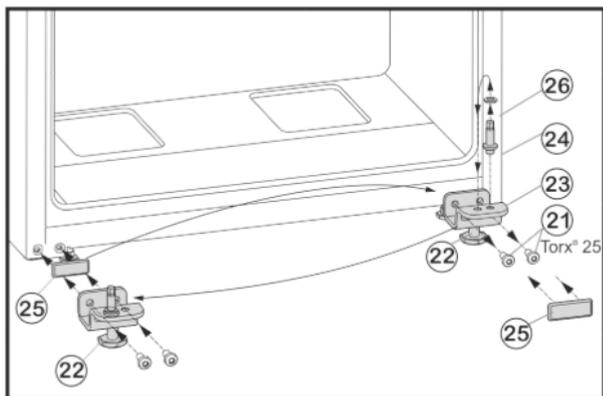

Fig. 8
- ▶ Открутите крепежные винты Fig. 8 (21).
- ▶ Снимите нижний опорный кронштейн Fig. 8 (23) вместе с опорным пальцем Fig. 8 (24), шайбой Fig. 8 (26) и регулируемой опорой Fig. 8 (22).
- ▶ Открутите опорный палец Fig. 8 (24) вместе с шайбой Fig. 8 (26) и, переставив в отверстие на противоположной стороне опорного кронштейна, снова прикрутите.
- ▶ Аккуратно снимите защитную пластину Fig. 8 (25) и переставьте ее на противоположную сторону.
- ▶ Прикрутите нижний опорный кронштейн Fig. 8 (23) вместе с опорным пальцем Fig. 8 (24), шайбой Fig. 8 (26) и регулируемой опорой Fig. 8 (22) с новой стороны шарнира (с моментом 4 Нм), при необходимости используйте аккумуляторный шуруповерт.
- ▶ Установите дверь сверху на опорный палец Fig. 8 (24).
- ▶ Выверните регулирующую опору Fig. 8 (22) на нижнем опорном кронштейне Fig. 8 (23) до ее соприкосновения с полом.